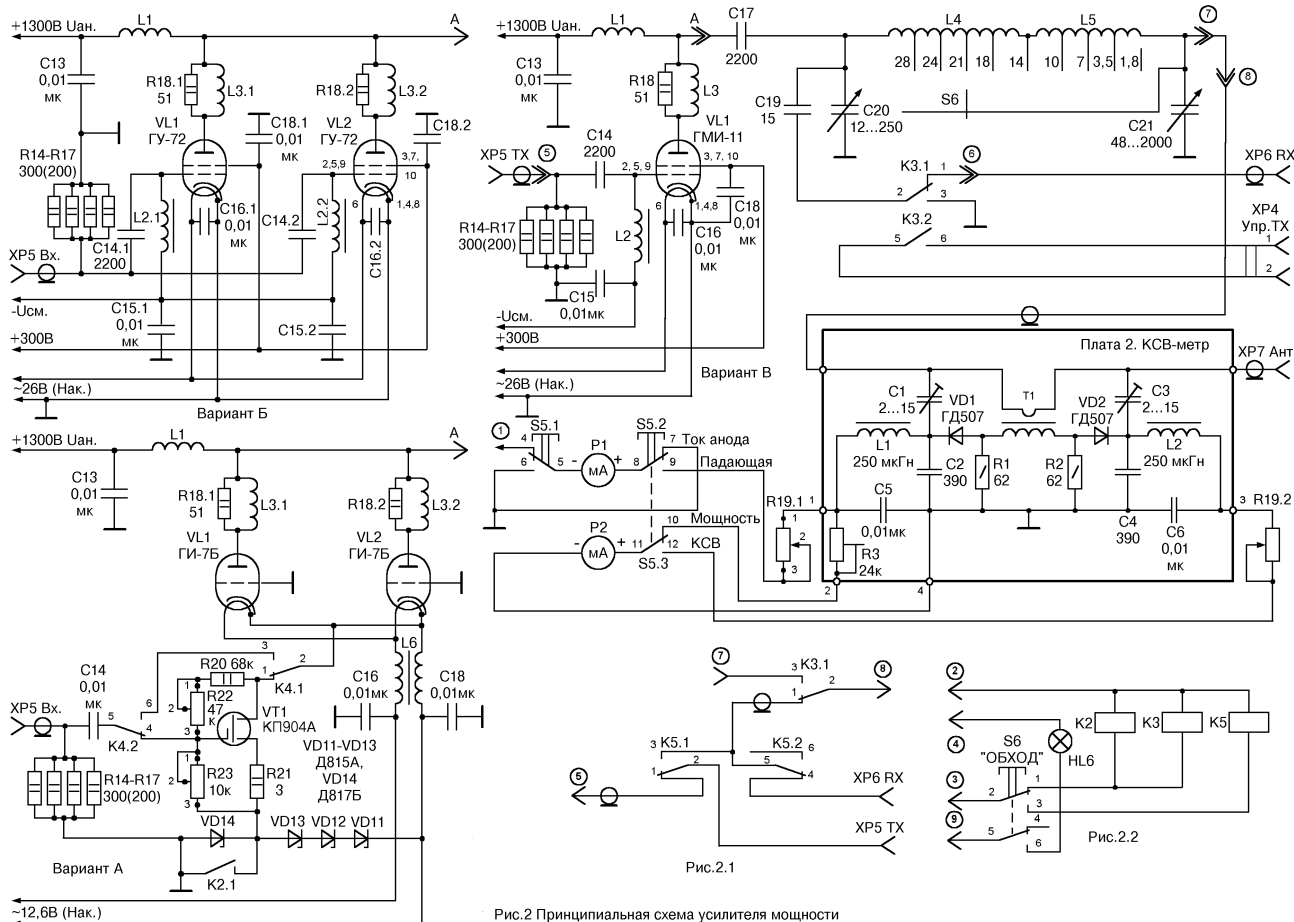

Рис.2 Принципиальная схема усилителя мощности
Принципиальная схема высокочастотной части усилителей мощности приведена на рис.2 и 2а. Схема анодной части базового усилителя является общей для всех вариантов и выполнена по схеме параллельного питания. Анодный контур представляет собой традиционный П-контур, состоящий из диапазонных катушек L4 и L5, анодного конденсатора C20, конденсатора связи с антенной C21. Единственной особенностью схемы является включение антенного входа приемника в «горячий» конец П-контура выходного каскада, что дало дополнительную селекцию сигнала на приеме. При таком включении появилась
Предварительно проведенные эксперименты показали, что при нормированном входном сопротивлении приемника Rвх равном 75 (50) Ом, емкость конденсатора связи C19, включенного в «горячий» конец контура, должна быть не менее 15 пФ. В противном случае сигнал на входе приемного тракта будет иметь большое затухание, однако при этом величина емкости конденсатора в диапазоне 10 метров становится соизмеримой с величиной емкости анодного конденсатора C20, что и приводит к некоторой разнице в настройках. Кроме того, суммарная емкость этих конденсаторов становится уже значительной для диапазона 10 метров, в связи с чем могут возникнуть трудности с настройкой контура на передачу, так как при передаче C19 подключается параллельно конденсатору C20, поэтому последний должен иметь как можно меньшую начальную емкость (за исключением варианта Д, рис.2а).
Основная плата (рис.2 «РХ» №6/1999, с.22)
На основных платах №3 и №4 разведена цепочка АРУ и на VT1, на схеме она не показана. Если задействовать все цепочки - при громких сигналах иногда возникает «завязка», для её устранения нужно в точку соединения VD7 с R10 включить дополнительный блокировочный конденсатор ёмкостью до 1 мкФ, C49 увеличить до 1...6,8 мкФ. С затвора VT22 на корпус нужно включить резистор смещения 5-10 кОм. На рис.2 забыли «нарисовать» такой резистор смещения и на VT4, но на плате он разведён и есть на рис.1 - это R25. Основная плата №4 отличается от №3 только схемой микрофонного усилителя. На №3 установлен усилитель на КР544УД1, а на №4 - усилитель с «компрессией» на КА157ХП3 и микрофонным предусилителем на КТ3102. Предусилитель нужно исключить, если будет использоваться электретный микрофон.